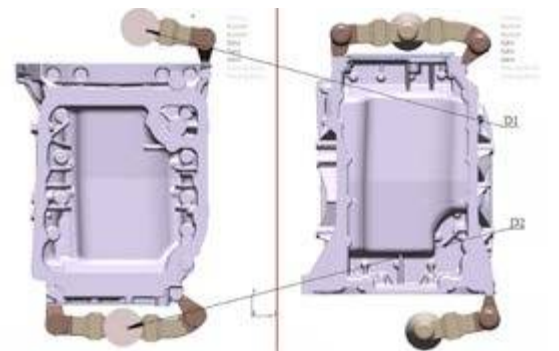

Fig 6. Emplacement des trois attaques, des deux descentes D1 et D2, et des trois filtres. (Vues de dessus et dessous)
descente sera limitée à un maximum de 10 kg (pour éviter la surchauffe de ces zones d'attaque). La Fig. 6 illustre les trois attaques, regroupées en deux descentes. Il était difficile de placer une quatrième attaque.
- La stratégie de verse est représentée par un délai de coulée entre les deux descentes (voir Fig. 6). Jusqu'à présent, le remplissage était considéré comme simultané dans les deux descentes. Nous pouvons envisager de retarder chacune des deux descentes de cinq secondes l'une par rapport à l'autre. Il s'agira de la première variable à trois niveaux.